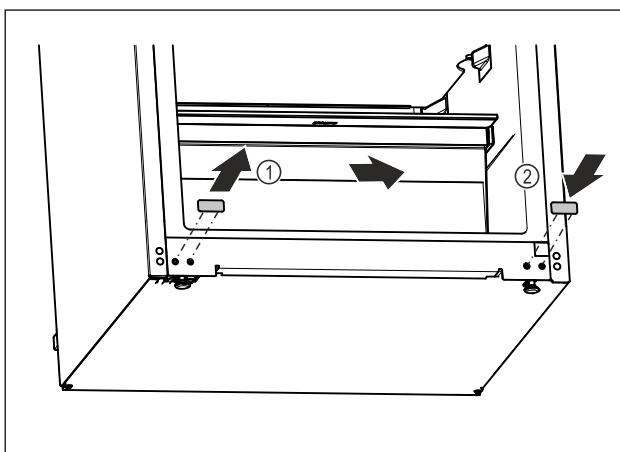

Fig. 20
- Vytiahnite kryciu zátku. Fig. 20 (1)
- Nasadťte kryciu zátku na opačnú stranu. Fig. 20 (2)